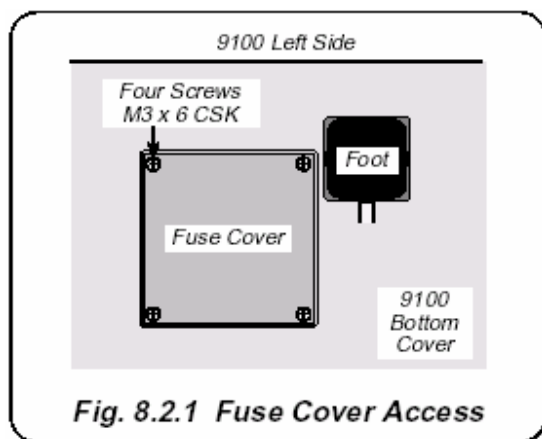

Рис. 8.2.1. Доступ к крышке предохранителя
- Поднимите левую сторону 9100, чтобы поставить его на правый бок. Поверните прибор, чтобы иметь хороший доступ к маленькой панели (Рис. 8.2.1) на нижней стороне: